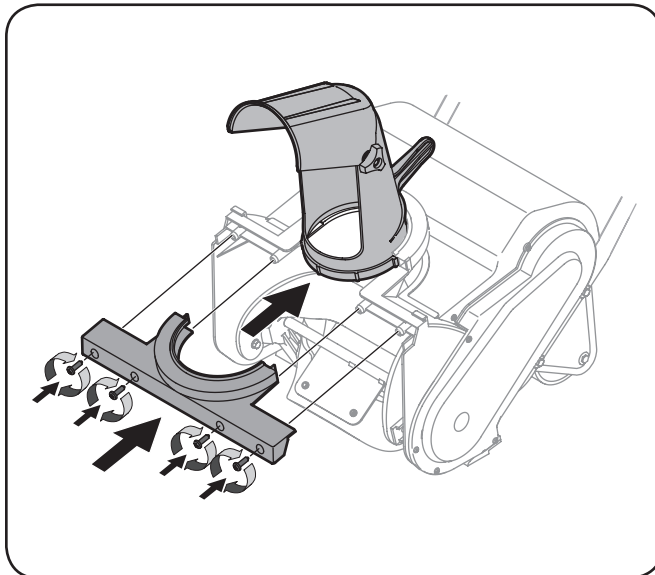

Figura 3-9
6. Vuelva a colocar la cubierta delantera con los cuatro tornillos que había extraído en el paso 1. Consulte la Figura 3-9.